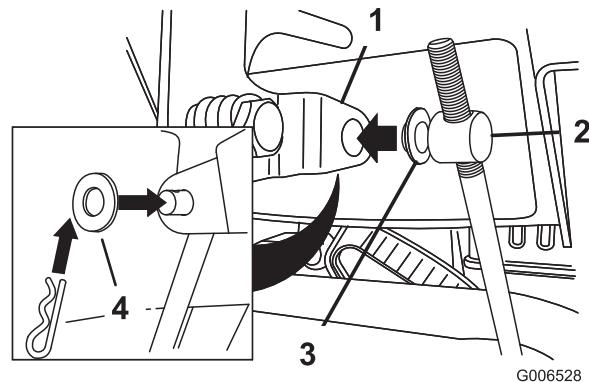

Figure 5
3. Placez une rondelle plate sur le tourillon (Figure 5).
6. Tirez la tige de commande de vitesse et insérez le tourillon dans le trou du levier sélecteur de vitesses (Figure 5).
- Retirez le tourillon du sélecteur de vitesses (Figure 5).
- Tournez le tourillon vers le bas (sens horaire) sur la tige de commande de vitesse (Figure 5).
- Remettez le tourillon sur le sélecteur de vitesses (Figure 5).
- B. Retirez le tourillon du sélecteur de vitesses (Figure 5).
- C. Tournez le tourillon vers le haut (sens antihoraire) sur la tige de commande de vitesse (Figure 5).
- D. Remettez le tourillon sur le sélecteur de vitesses (Figure 5).